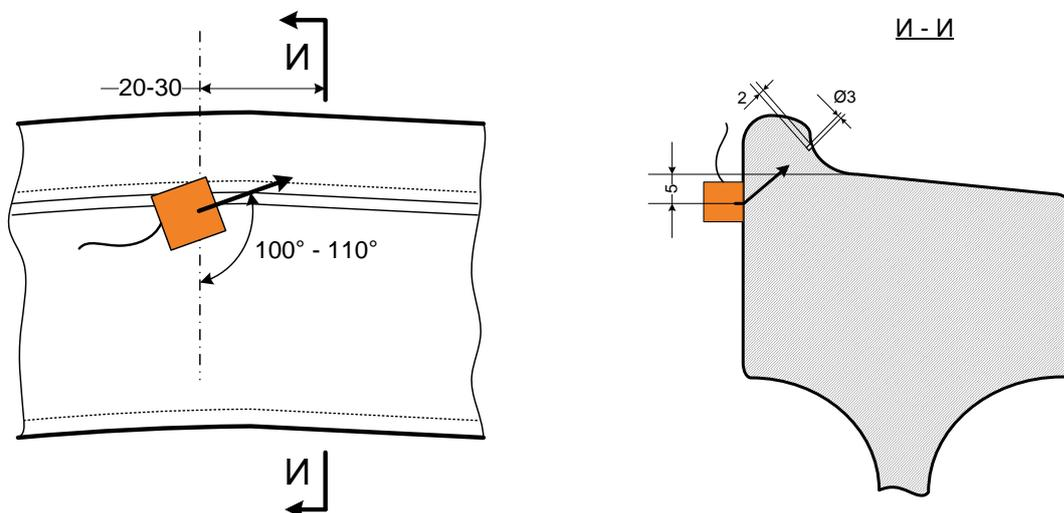

Рис. 7.5.2. Схема установки ПЭП на НО 1.11.002-К при проверке уровня браковочной чувствительности по варианту DR3.3.
- установить ПЭП на НО 1.11.002-К и найти максимум эхосигнала от отверстия $\varnothing 3$ мм в гребне в сечении И-И, Рис.7.5.2;